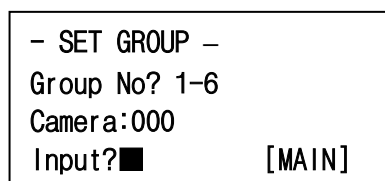

図3-38
**Group 設定モード:** Set key → Group key(図3-38)